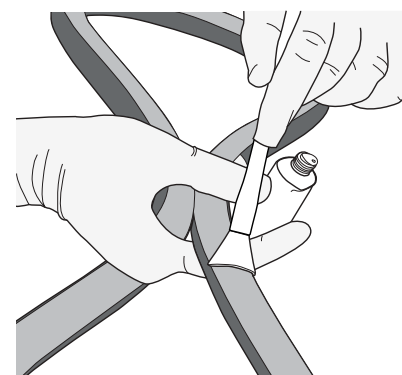

Figure 32. Gonflez le boyau jusqu'à ce que la bande de base soit exposée. Appliquez une fine couche de colle.
4. Gonflez le boyau juste ce qu'il faut pour qu'il se retourne sur lui-même et que la bande de base soit exposée (Figure 32).